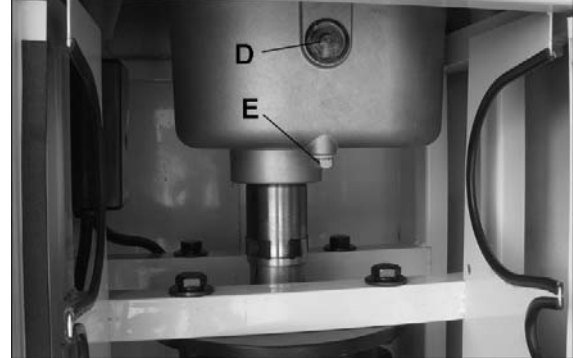

Abbildung 15
Den Ölstand regelmäßig am Sichtglas (D, Abbildung 15) prüfen – der Füllstand sollte ca. in der Mitte des Sichtglases liegen.
2. Die Ablassschraube (E, Abbildung 15) mit einem 14-mm-Schraubenschlüssel entfernen. Das Öl ordnungsgemäß entsorgen. Die Ablassschraube wieder anbringen.